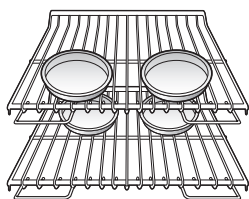

Figura 1
- Si debe utilizar varios estantes en el horno inferior, coloque los estantes en la posición C (estante) y E (estante). Coloque las bandejas tal como se muestra en la Figura 1. Si debe utilizar un solo estante en el horno superior, coloque el estante en la posición A y en el horno inferior, coloque el estante en posición C. Coloque la bandeja tal como se muestra en la fig.2. En el horno superior es recomendado hornear con el estante en posición A.